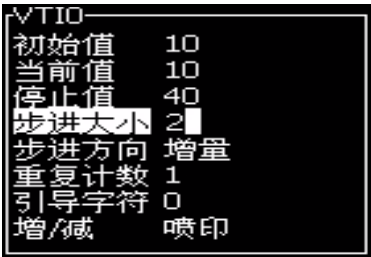

图 5-39: 新建计数器对话框
- 4 按下 *Enter* 键打开计数器的 *Counter*（计数器）对话框（请参阅图 5-39）。
- 5 在 *Counter Configuration*（计数器配置）对话框中，为所有的字段设置值（请参阅图 5-39）。